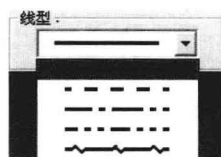

图 1-10 “线型”列表
(3) “线型”:设置当前绘制图素所用的线型,可以直接从下拉列表中选择。系统提供了5种线型,如图1-10所示。